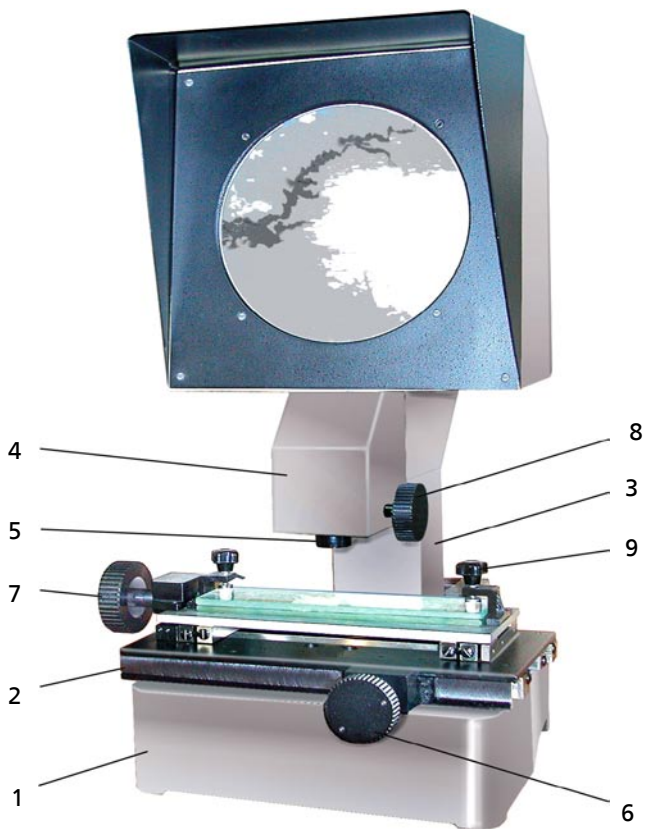

Рисунок 2 – **Общий вид трихинеллоскопа**
Трихинеллоскоп состоит из основания 1 (рисунок 2), на котором смонтирован координатный стол 2 и колонка 3. К колонке крепится корпус проекционной головки 4. Внутри корпуса головки расположены объектив 5 и механизм фокусировки. Фокусировка осуществляется маховичком 8.
- установить маховичок 8 (рисунок 2) фокусировки объектива ориентировочно в среднее положение;
Срезы делают с различных мест пробы вдоль мышечных волокон, ближе к сухожильной части. От каждой свиной туши исследуют 28 срезов мышц. Готовые срезы помещают в номерном порядке на нижнюю линейку перпендикулярно к его стороне. Затем срезы покрывают верхней линейкой, раздавливают помещенные между линейками срезы мышц до такой степени просветления, чтобы через срезы при проходящем свете можно было читать газетный текст. Компрессорий устанавливают на координатный стол и зажимают двумя маховичками 9 (рисунок 2).